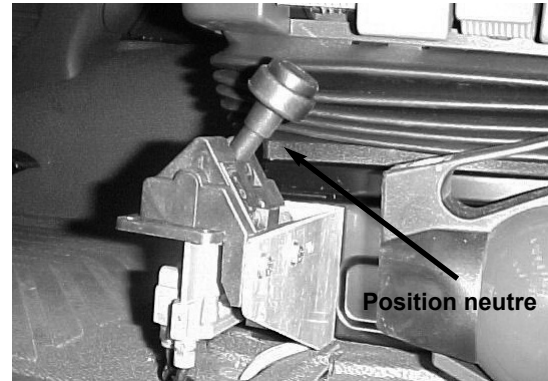
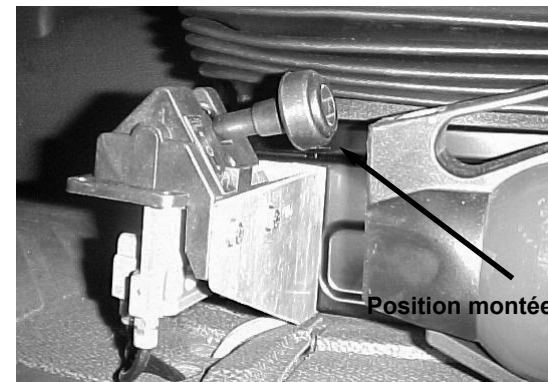

Fig. 26-1
Fig. 26-2
- Déplacer la manette de commande de la position neutre (fig. 26-1) à la position montée (fig. 26-2).
En fin de course, stopper la montée : distributeur position neutre (fig. 26-1) ; le vérin s'arrête automatiquement.
Quand la caisse de benne repose sur les longerons du châssis, attendre quelques secondes pour décompresser le circuit hydraulique puis ramener la poignée de commande en position neutre (fig. 26-1). ceci interdira tout levage intempestif de la benne en circulation ainsi que l'introduction d'air et la détérioration des joints.